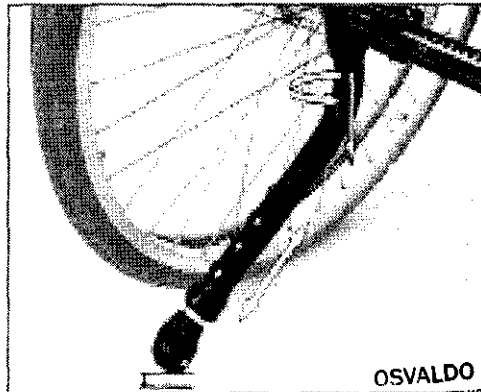

Fig. 18
4) Antivuelcos Bambino (Fig. 18)